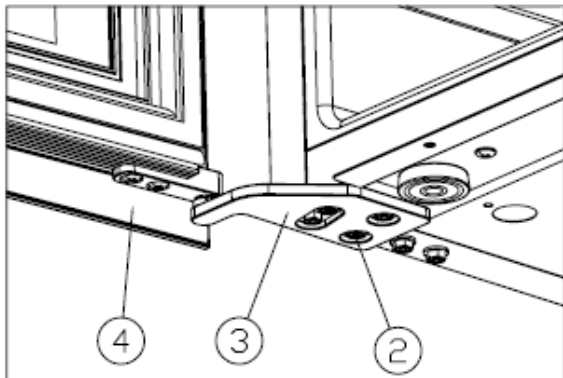

Figure 5
Instale la bisagra superior derecha (3), y apriete los tornillos M5*16 (2). [Figure 5]